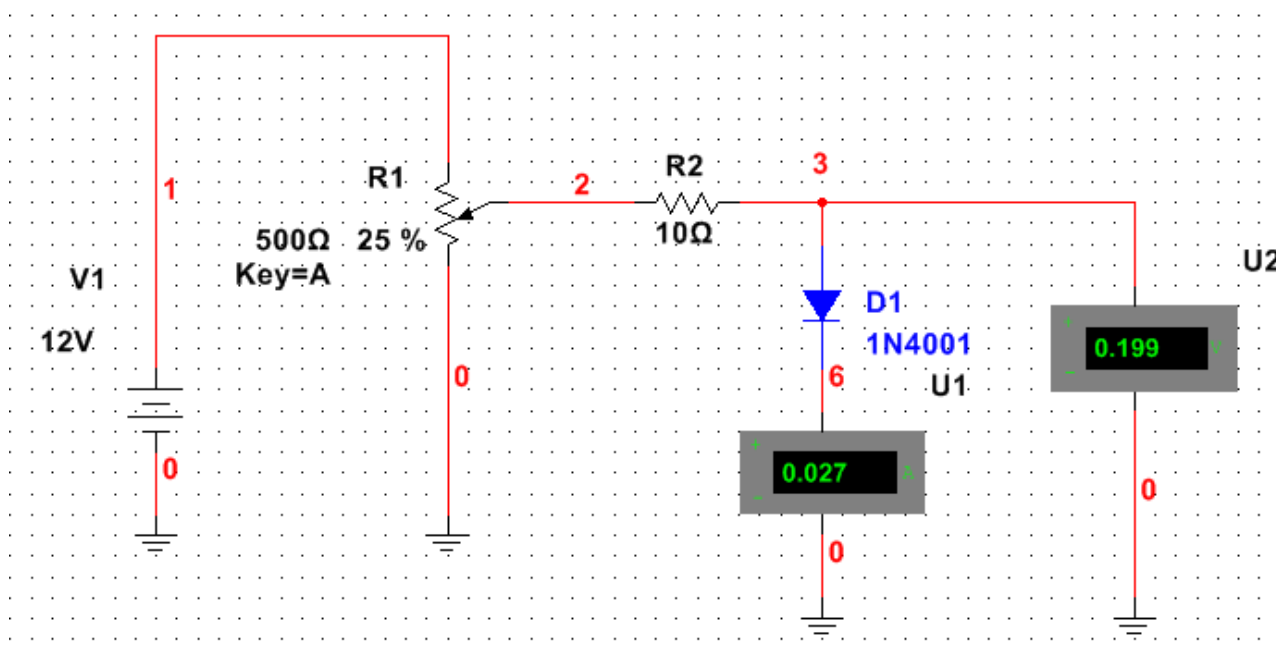
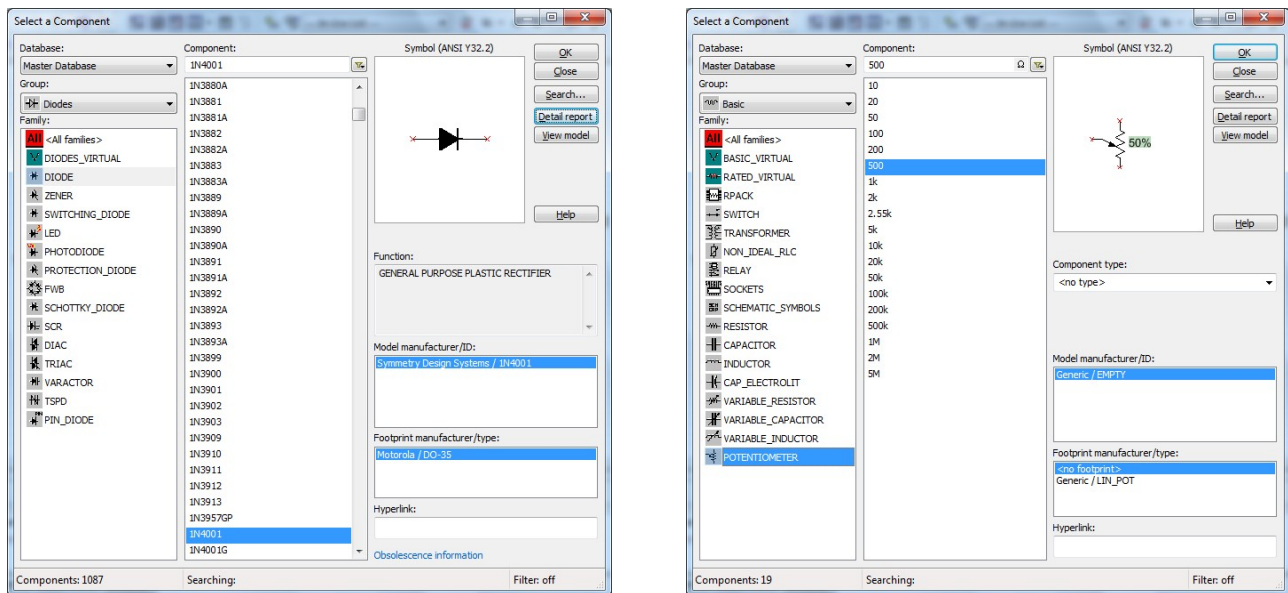
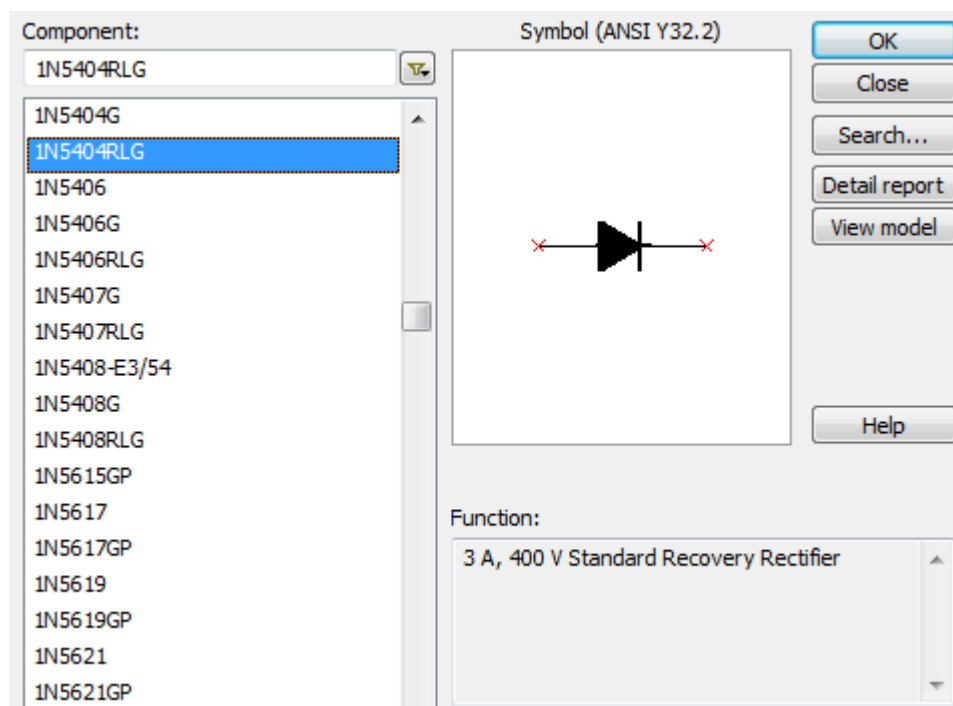

Рис.1.
Рис.2.
Рис. 6.
1. Зібрати схему подану на рис.1. Для швидкого розміщення елементів схеми на панелі елементів слід натиснути кнопку з відповідним умовним позначенням:  – діодів (Diodes → DIODE),  – резисторів та інших пасивних елементів,  – для вибору джерел постійної напруги (*DC_Power*) та землі (*Ground*). При цьому запускається вікно вибору компонентів (рис.2). Також це вікно можна запустити через меню *Place > Component...* або комбінацією клавіш *Ctrl+W*. Для зміни параметрів вже розміщеного на схемі елемента слід двічі на ньому клацнути мишею (лівою кнопкою) та переписати номінал у вкладці *Value*. Для з'єднання елементів потрібно підвести мишу до вивода елемента, з'явиться хрестик, один раз клацнути лівою кнопкою миші, протягнути лінію до вивода іншого елемента і ще раз клацнути. Замінити елемент можна натиснувши на ньому правою кнопкою миші та вибравши у контекстному меню пункт *Replace components...*
Діод 1N4001 на рис.1 і далі вказано як приклад. Для виконання роботи можна вибрати будь який з доступного списку компонентів.
3. Порівняйте значення прямої напруги на діоді із паспортними характеристиками, які можна знайти у Інтернеті. Номінальне значення прямого струму для деяких діодів та величину напруги пробою можна подивитись у полі *Function* при виборі елементів: так, для 1N5404RLG це, відповідно 3 А та 400 В (рис.6). Для діодів зі номінальним прямим струмом більшим за 1А параметри елементів вимірювальної схеми на рис.1 слід змінити, наприклад, збільшити напругу джерела V1 чи зменшити опір R2 до значень, за яких при 100% положенні повзунка потенціометра R1 величина наскрізного струму через діод буде дещо перевищувати номінальне значення (найкраще – досягати максимального допустимого значення).